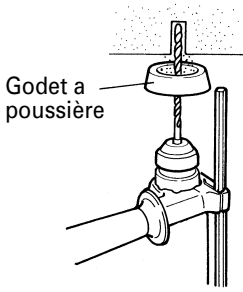
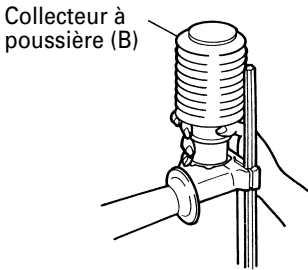

Fig. 9
Fig. 10
4. Lors de l'installation de la capuchone à poussière ou du collecteur de de poussière (B) (accessoires en option) (Fig. 9, Fig. 10)
Utiliser la capuchone à poussière en la fixant au foret comme montré dans la Fig. 9.
- Pose du collecteur à poussière (B)
Lors de l'utilisation du collecteur à poussière (B), l'insérer par le bout du foret en l'alignant avec la rainure sur la poignée. (Fig. 10)